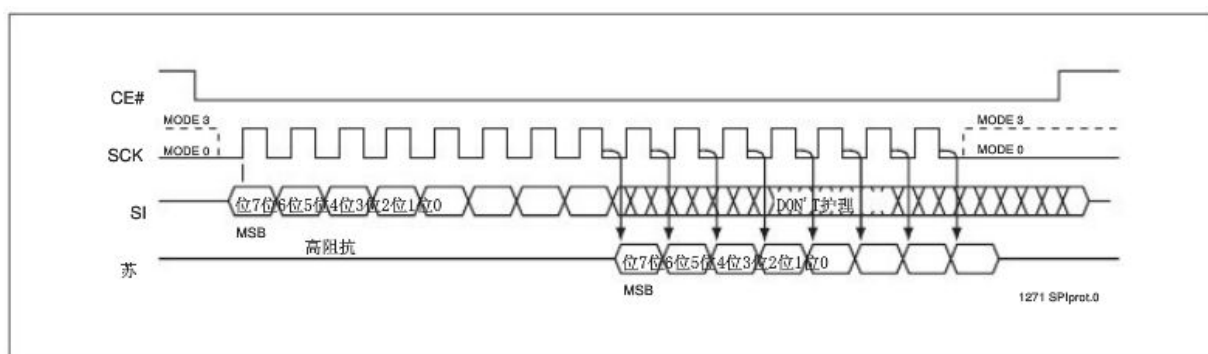

图 1 SPI 时序
SST25VF016B 支持 SPI 总线操作模式 0 (0,0) 和模式 3 (1,1)。两种模式之间的差异在于当总线主器件处于待机模式并且没有数据传送时的 SCK 信号状态。如图 1 所示，SCK 信号在模式 0 时为低电平，在模式 3 时为高电平。对于这两种模式，串行数据输入 (SI) 在 SCK 时钟信号的上升沿被采样，串行数据输出 (SO) 在 SCK 时钟信号的下降沿之后被驱动。